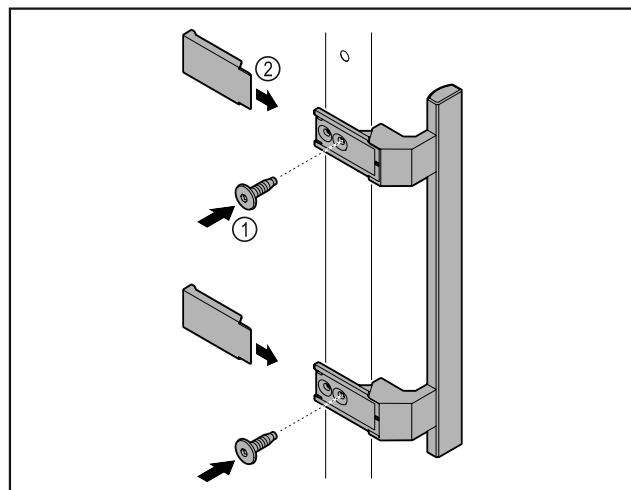

Fig. 2
- ▶ Skru håndtaget i tilbehørspakken fast på døren med de medfølgende skruer Fig. 2 (1).
- ▶ Sæt afdækningen Fig. 2 (2) på.